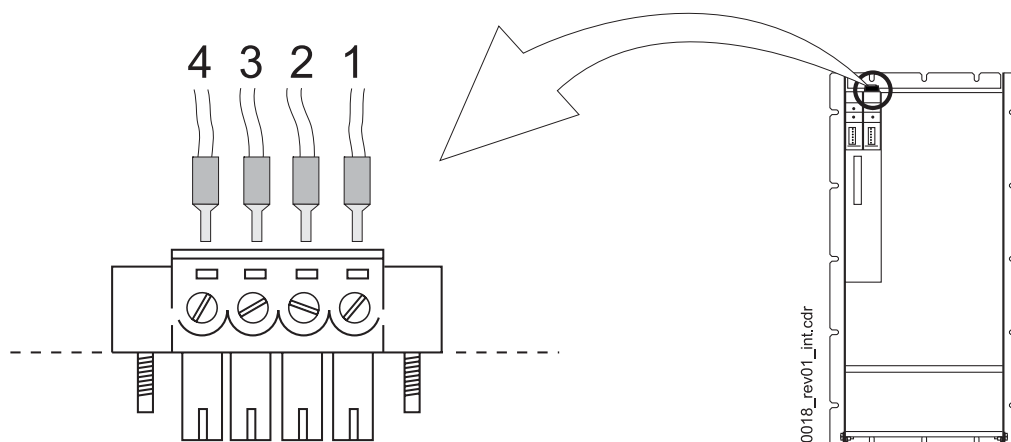

Abbildung 16: Sicherheitsrelais X68
1) Position siehe ►Abbildung 16◀ auf Seite 50.